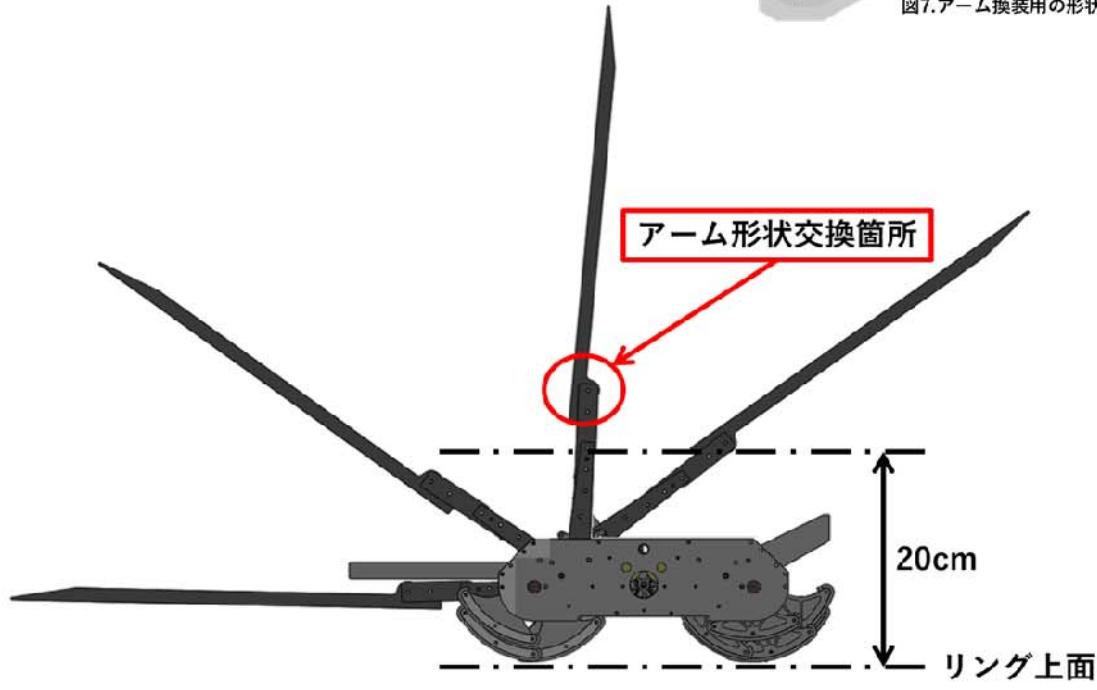

図8.横から見た図
- 図8より、アーム作動面が、リング上面より20センチメートルの高さを試合中いつでも任意に通過でき、アームは図のような軌道を描く。また、アーム形状交換箇所が下図の赤丸の位置にあるためアーム形状を換装した場合でもリング上面より高さ20センチメートルをいつでも任意に通過できる。